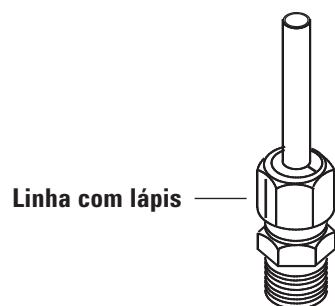

Figura 18. Marcar a conexão
- 6 Marque uma linha com lápis na porca. Consulte a Figura 18.